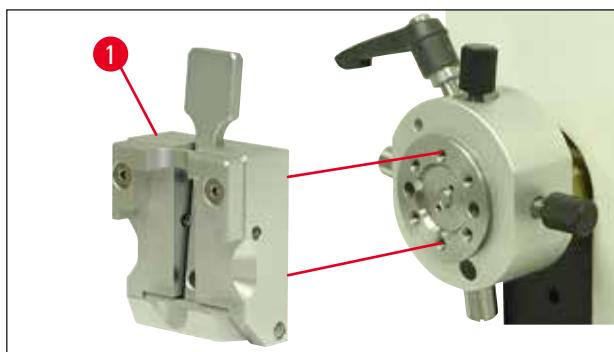

図11
4. 試料クランプ(→図11-1)を試料クランプホルダーに取り付け(→図11)、2本のネジ(→図10-4)で固定します。